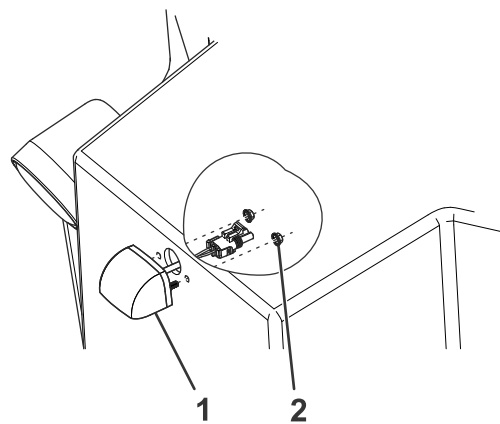

Figure 5
5. Fixez l'éclairage au capot arrière avec 2 écrous (Figure 5).
14. Branchez le faisceau du kit d'éclairage à l'éclairage (Figure 5).